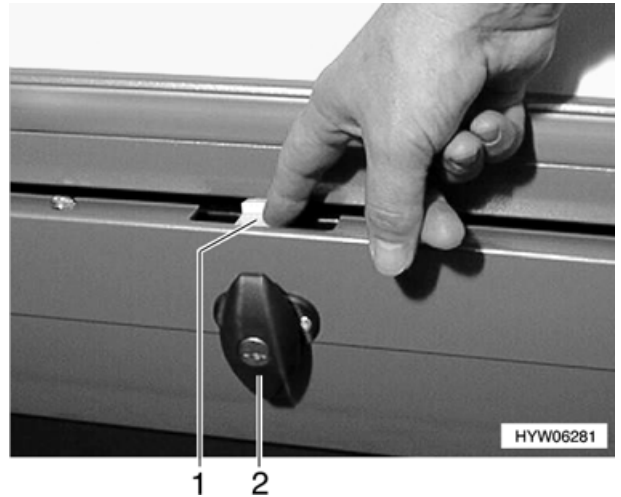

Bild 25 Sicherung am Unterflur-Schubkasten
- Klappenschloss (Bild 25,2) wie oben beschrieben öffnen.
- Sicherung (Bild 25,1) herunterdrücken, gedrückt halten und Unterflur-Schubkasten herausziehen.